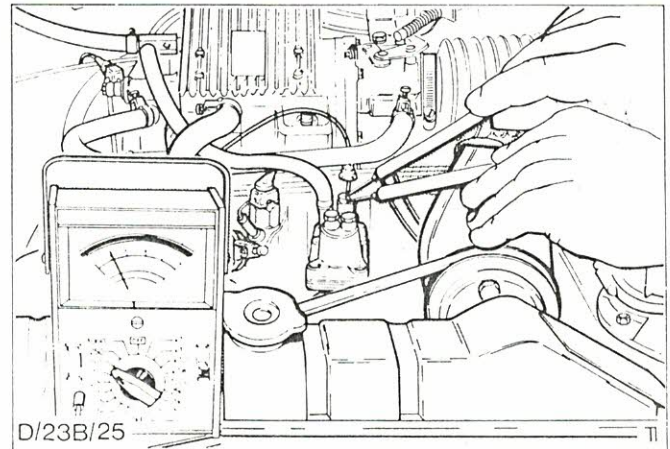

Abb.62 Spannungsprüfung Stecker - Warmlaufregler
- b) Steckisolierung zurückziehen und Spannung an den beiden Anschlüssen des Reglers prüfen, Abb.62. Mindestspannung: 11,5 Volt.